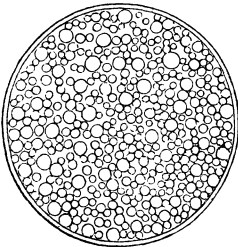

Abb. 7.
b) Schüttelt man einige Tropfen Öl in einem Probeglas mit Wasser, so erhält man eine milchig trübe Flüssigkeit, die sich beim ruhigen Stehen langsam wieder entmischet. Betrachtet man einen Tropfen Milch unter dem Mikroskop, so sieht man winzige Fettkügelchen, die in der wässrigen Flüssigkeit verteilt sind (Abb. 7).